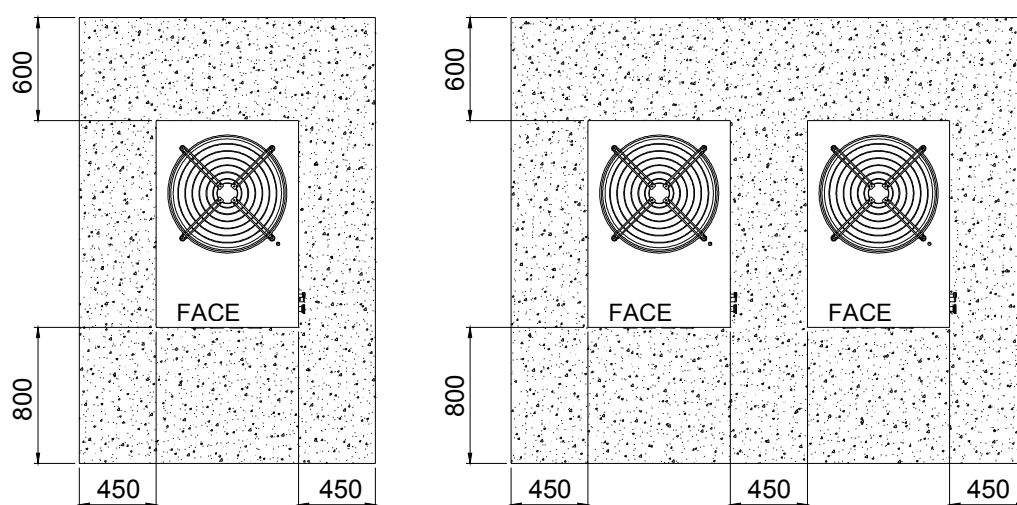

Figure 13 – Distances minimales à respecter pour garantir le bon fonctionnement de l'ACF
- Les parties avant (côté panneaux brûleurs et boîte de commande électrique) et arrière de l'ACF doivent être maintenues respectivement à une distance minimale de 800 mm et 600 mm de toute surface combustible, cloison ou autre construction ; cette mesure est nécessaire pour des raisons de sécurité et pour permettre un entretien facile de l'ACF. Pour les autres côtés observer une distance minimale de 450 mm, afin de garantir le flux d'air de refroidissement nécessaire au condenseur. La Figure 13, page 41 propose un schéma des distances à respecter pour l'installation.
Installer l'appareil en respectant les **distances minimales** par rapport à des surfaces combustibles, des cloisons ou d'autres appareils, comme le montre la Figure 13.